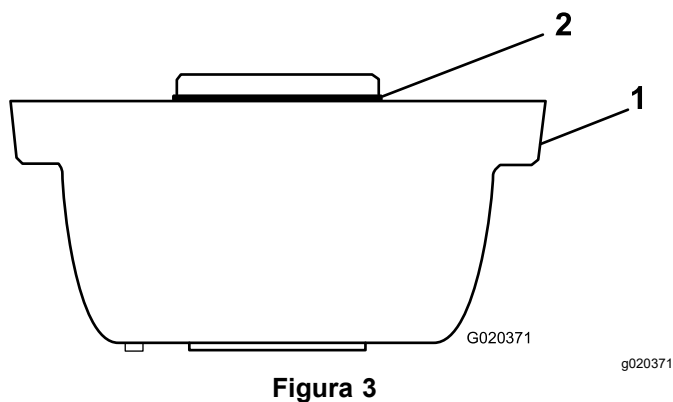

Figura 3
1. Aplique una capa ligera de grasa a la junta tórica y asegúrese de que la junta tórica está colocada en el alojamiento del cepillo del rodillo (Figura 3).